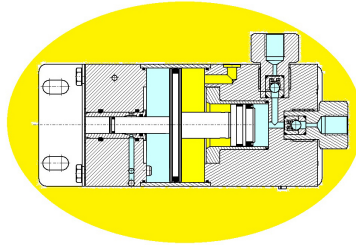

Abb. 10-2 Darstellung ATEX-Zonen MPLV4, MPLV7
- 4 Gerätekategorie -/2G: Das Gerät weist mehrere Gerätekategorien auf. Die zulässigen Zonen sind der Abbildung 10-2 bis 10-5 „Darstellung ATEX-Zonen“ zu entnehmen.
- 9 Geräteschutzniveau (EPL) -/Gb: Das Gerät weist mehrere Geräteschutzniveaus auf. Die zulässigen Zonen sind der Abbildung 10-2 bis 10-5 „Darstellung der ATEX-Zonen“ zu entnehmen.